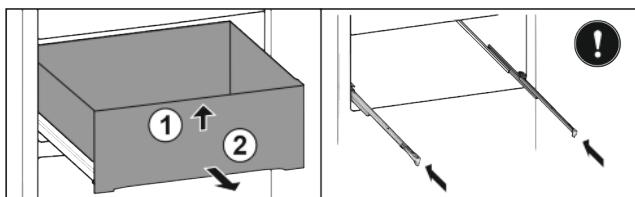

Fig. 35
- Поднимите выдвижной ящик спереди Fig. 35 (1).
- Извлеките движением вперед Fig. 35 (2).